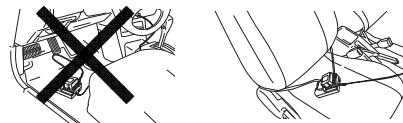

Fig. 12
- Fixer en place le chargeur de batterie dans le véhicule. Utiliser la courroie fournie avec le chargeur de batterie pour le fixer en place et éviter tout mouvement inopiné. (Voir la Fig. 12)